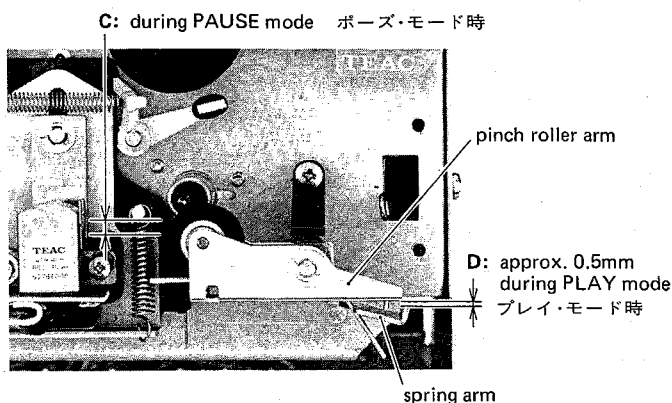

Fig. 4-4
1. With the deck in the play mode, check that there is a clearance of approx. 0.5 mm between the pinch roller arm and the spring arm ("D" in fig. 4-4).
4. Repeat switching operations from STOP to PAUSE mode two or three times, and make sure that when repeating steps 1 and 2, the clearances "D" and "B" are within the specified range respectively. Also make sure there is a clearance between head base and spring stud ("C" in fig. 4-4).
**Note:** During play operation, make sure there is a clearance of approx. 0.5 mm between the pinch roller arm and the spring arm. Refer to fig. 4-4.
1. プレイ・モードにして、ピンチ・ローラ・アームとスプリング・アームのすき間 (図4-4の D) が約0.5mm であるか確認する。
4. ストップ・モードからポーズ・モードへの切換え操作を 2, 3 度繰り返した後、再度1, 2項のチェックをして、間隔 D と B がそれぞれ規定通りか確認する。また、ヘッド・ベースとスプリング支柱との間 (図4-4の C) にすき間があるか確認する。
注意: プレイ・モード中、ピンチ・ローラ・アームとスプリング・アーム間に約0.5mmのすき間があるか確認する (図4-4参照)。